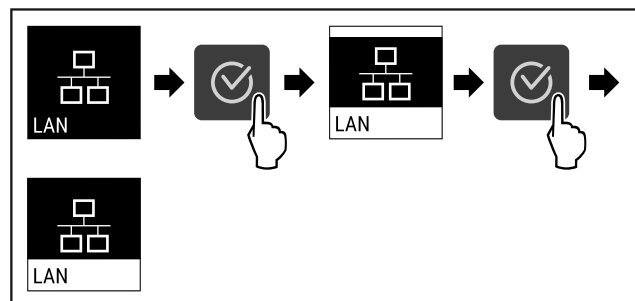

Fig. 92
- ▶ Провести етапи операцій (див. Fig. 92) .